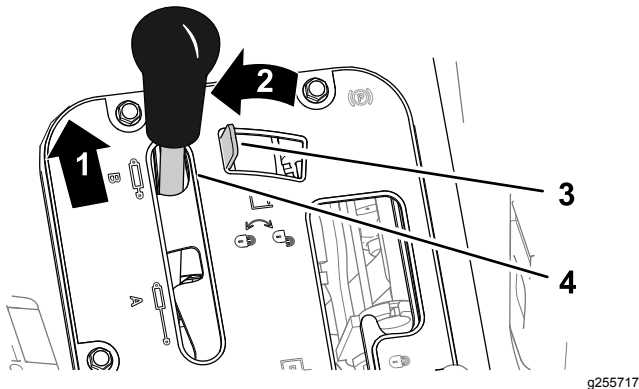

Bild 36
1. Drücken Sie den Hydraulikhubhebel nach vorne (Bild 36).
2. Schieben Sie die Hydraulikhubsperr nach links, um die Sperr zu aktivieren (Bild 36).